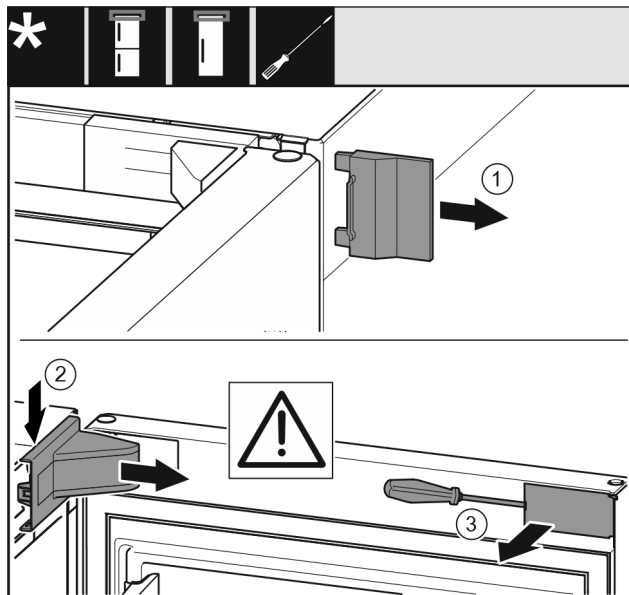

Fig. 12 *
- Sejměte vnější kryt Fig. 12 (1).*
- Kryt stojanu ložiska Fig. 12 (2) uvolněte ze západek a vyjměte.*
- Plochým šroubovákem vyjměte záslepku Fig. 12 (3) a otočte ji ke straně.*